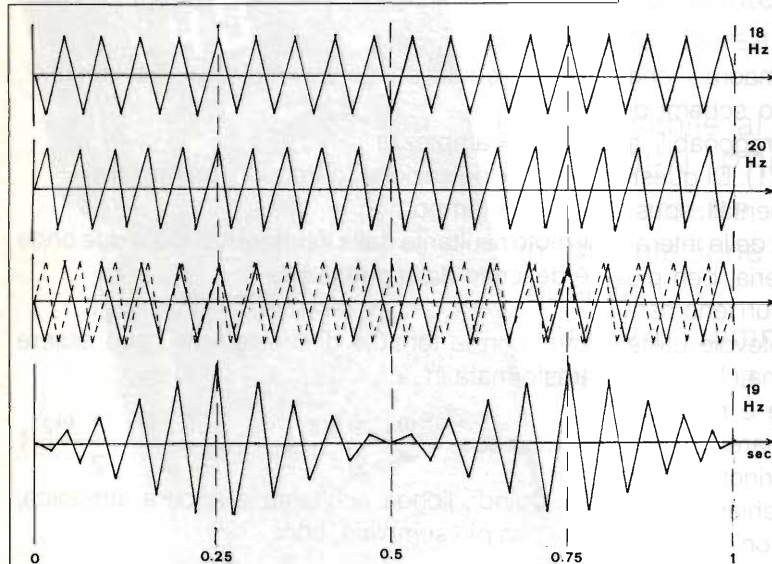

figura 1
In questo periodismo consiste appunto il FB. È intuitivo che il FB tende ad estinguersi man mano che le  $\nu$  delle onde primarie tendono a coincidere (per cui i fusi diventano sempre meno numerosi e di più lunga durata) o a distanziarsi (con opposte modificazioni del periodismo) (figura 1) (2).
figura 1 b